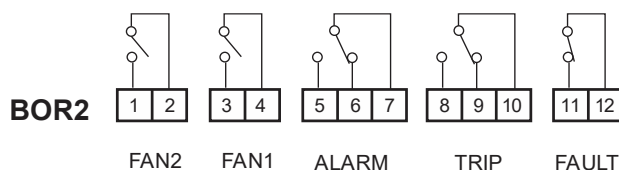

Figura 3 - Conexões Relés de Alarme e ventilação
- Faz a leitura das sondas S1, S2, S3 e Tamb. Caso alguma delas registre temperatura superior ao valor programado em ALARM em 1°C por 5s, o led ALARM acenderá. Caso a situação persista por mais de 15s, será ativado o relé ALARM, contato fechado entre os terminais 5 e 7 (Figura 3). Se pressionada a tecla  por mais de 5s, o relé ALARM abrirá os contatos 5 e 7 (útil caso o relé de alarme esteja ligado a uma sirene e deseja-se interromper o som), porém o led ALARM continuará aceso até que a temperatura de todas as sondas fique abaixo do valor programado de alarme. O relé ALARM apenas acionará novamente após sair da situação de alarme atual.
- Caso a temperatura continue aumentando e um ou mais sensores supere em 1°C por 5s o valor programado em TRIP, o led TRIP acenderá. Caso a situação persista por mais de 15s, será ativado o relé TRIP, contato fechado entre os terminais 8 e 10 (Figura 3). Quando se ativa o TRIP, ativa-se ALARM, pois é condição anterior a TRIP.
- Quando a temperatura diminuir em 1°C ao valor programado em TRIP, o led TRIP apagará e o relé voltará à condição anterior, contato aberto entre os terminais 8 e 10 (Figura 3).
- Quando a temperatura diminuir em 1°C ao valor programado em ALARM, o led ALARM apagará e o relé voltará à condição anterior, contato aberto entre os terminais 5 e 7 (Figura 3)
- Teste de presença ou falha dos sensores PT100: As falhas possíveis de detectar são de sensor aberto ou curto-circuito do PT100. Caso detecte a ausência ou falha de algum sensor, aparecerá no painel a mensagem **FLt** seguida do nome dos sensores que estão com problema (**S1**, **S2**, **S3** ou **LRb**). O led FAULT, juntamente com os leds dos sensores com falha, piscará. O relé FAULT fechará, contato fechado entre os terminais 11 e 12 (Figura 3). Se o equipamento sair da condição de falha, o led FAULT apagará e o relé abrirá, contato aberto entre os terminais 11 e 12 (Figura 3).
- Caso algum sensor supere a temperatura do parâmetro Fon (Fan on) por um período superior a 15s, será ativado o relé FAN1 (Figura 3, contatos 3 e 4 fechados). O relé desliga quando a temperatura de todos os sensores for inferior ao valor programado no parâmetro Fof (Fan off). O mesmo se dá para os parâmetros de FAN2 e o relé FAN2 (Figura 3, contatos 1-2)
Na Figura 3 é apresentada a pinagem dos relés de saída do controlador. Conforme o esquema da Figura 6, o relé FAULT opera normalmente ligado, o que significa que o controlador apresentará falha também em caso de falta de alimentação em BOR3.